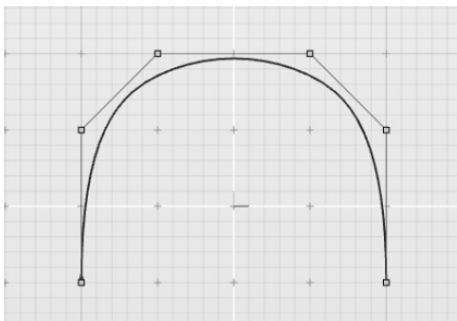

图 3-29 绘制一条 NURBS 曲线
1) 新建一个 Evolve 文件，在任意平面视图中绘制一条类似图 3-29 所示的曲线。